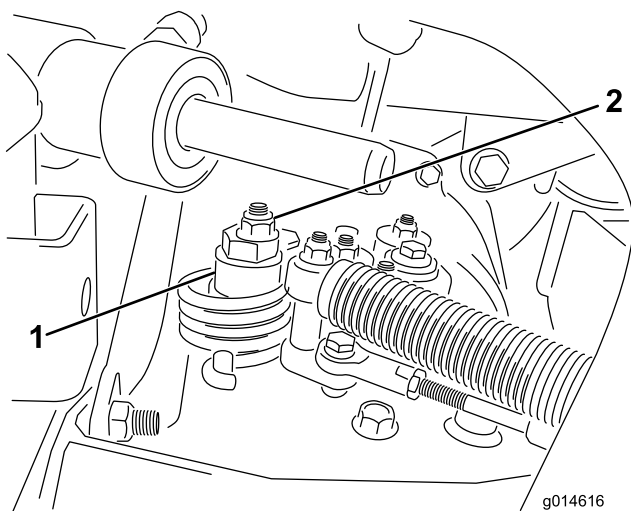

Figura 47
- A. Liberte a porca que fixa o disco excêntrico ao cimo do hidróstato (Figura 47).
- C. Rode o disco excêntrico até eliminar a deslocação em qualquer um dos sentidos. Quando a roda deixar de rodar, aperte a porca, bloqueando deste modo o disco excêntrico e fixando a posição de ajuste (Figura 47). Verifique se o ajuste é o adequado colocando o regulador nas posições SLOW e FAST.